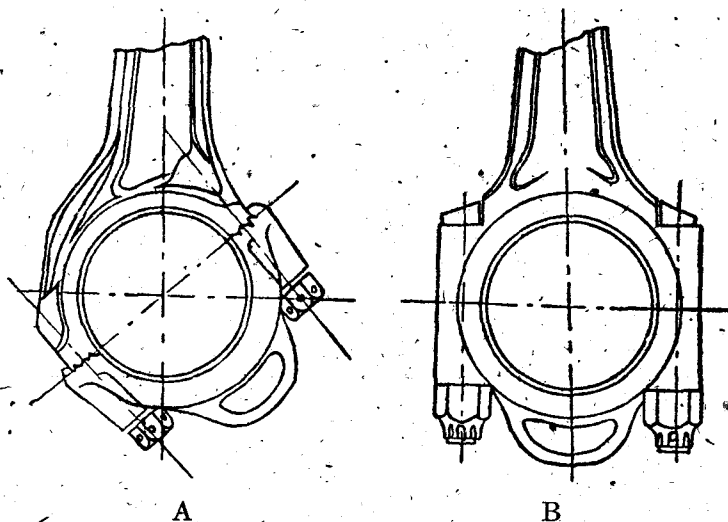

图1 新、旧式連杆軸承蓋构造略图
5. 連杆大端軸承蓋旧式是平型的,而新式是斜型的(图1)。由此新式活塞連杆可从机体上部抽出。